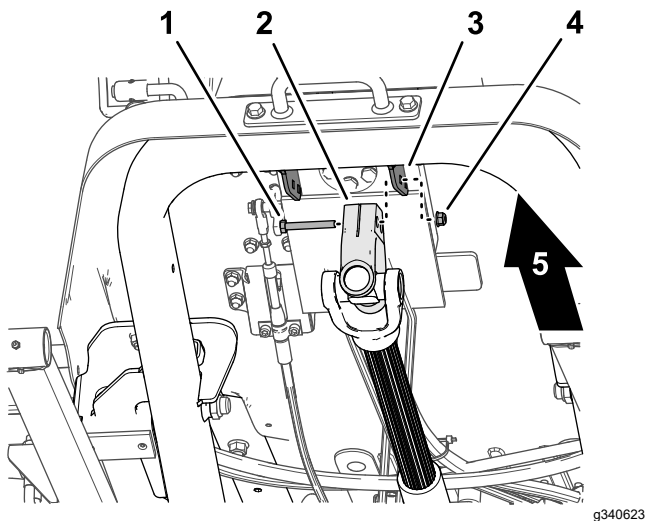

図 14
1. 駆動シャフトを支えながら、駆動シャフトのヨークをステアリングバルブマウントブラケット 図 14に固定しているキャップスクリューとロックナットを外し、駆動シャフトを慎重に外す。